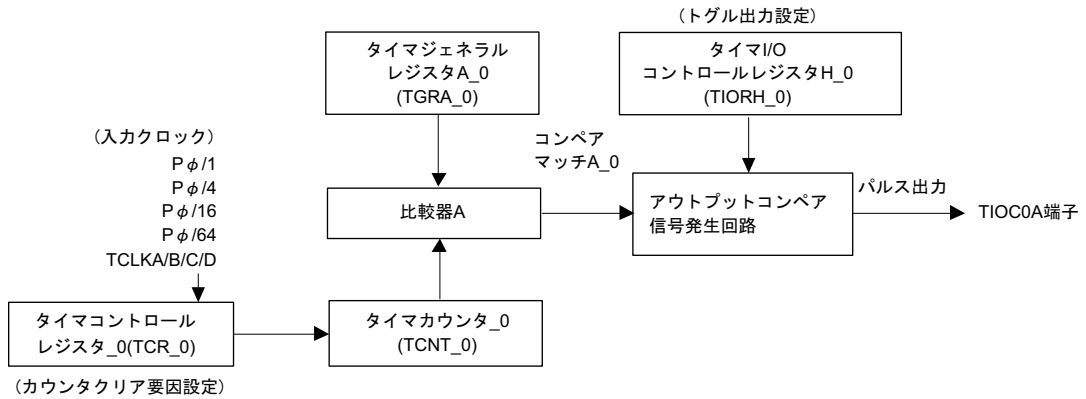

図 2.5 MTU/ch0 ブロック図
- (1) 本タスク例ではMTUのch0を使用し、デューティ50%のパルスを出力します。
- (a) 図2.5に本タスクで使用するMTU/ch0のブロック図を示します。